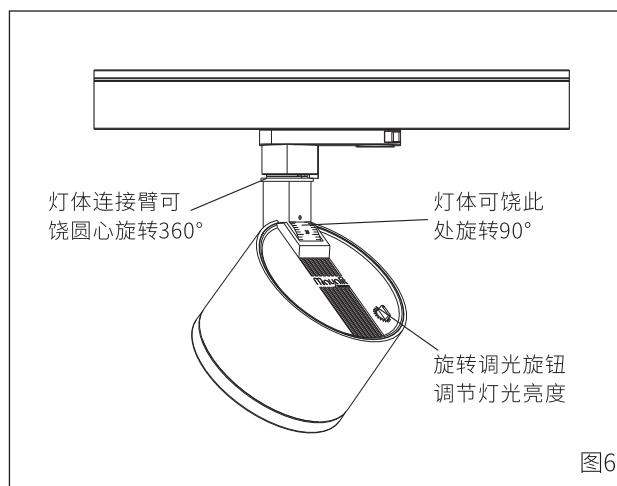

图6
7.灯具安装好后,灯具可水平旋转360°，垂直旋转90°（图6）；
8.旋转调光旋钮，可按需要调节灯具亮度，调光范围0~100%（图6）；